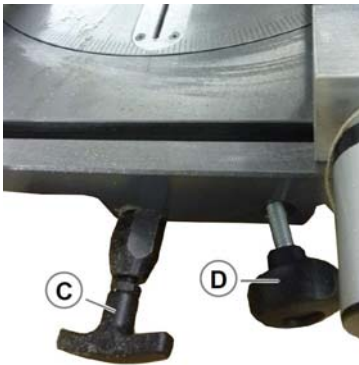

Abb. 12: Schnittwinkel einstellen
Schritt 1: Den gewünschten Schnittwinkel mit dem Drehteller einstellen. Dazu den Positionsbolzen C (Abb. 12) lösen und nach der Einstellung des Winkels wieder arretieren. Der Schnittwinkel ist mit dem Positionsbolzen in 5 festen Positionen einstellbar: 15°-22°-30°-45° und in zentraler Stellung bei 0°. Er kann an der Skala auf dem Drehteller abgelesen werden. Zur stufenlosen Einstellung den Schnittwinkel mit der Klemmschraube D (Abb. 12) fixieren